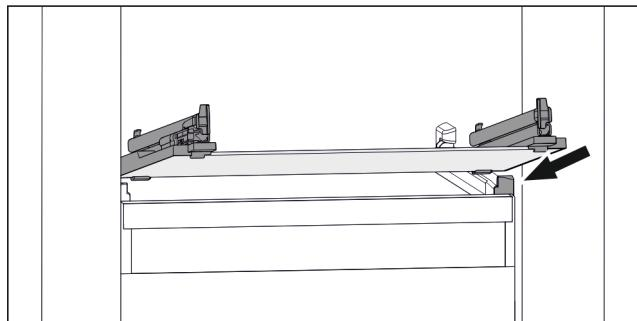

Fig. 51 Reprezentare exemplificativă a plăcii de sticlă
- ▶ Așezați placa de sticlă oblic în spatele opritoarelor. (vezi Fig. 51)